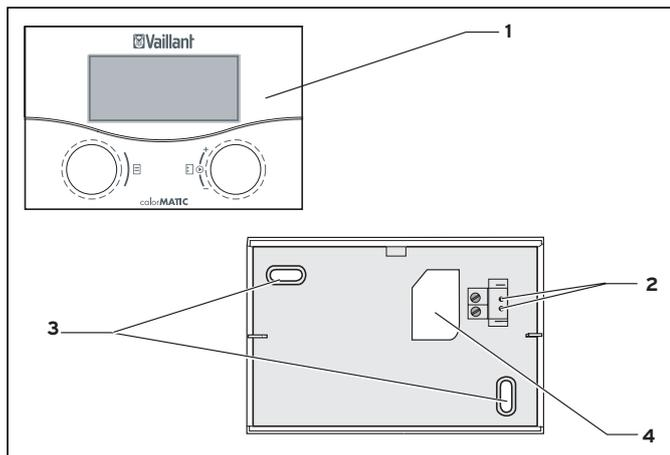

Рис. 3.1 Монтаж в качестве прибора дистанционного управления
- Разместите два крепежных отверстия (3) с диаметром 6 мм согласно рис. 3.1 и вставьте дюбели, входящие в объем поставки.
- Протяните соединительный кабель через кабельный ввод (4).